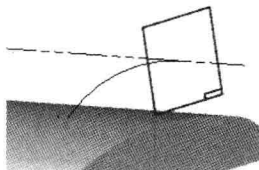
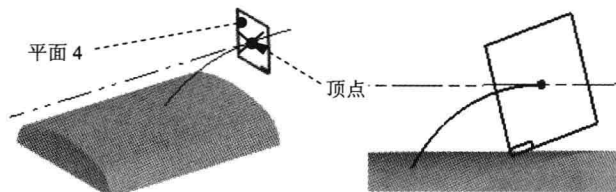

图 2.6 平面 4
图 2.7 平面 4 的创建
Step4. 创建图 2.6 所示的平面 4。在 **平面** 区域中单击  按钮，选择  **垂直于曲线** 选项，在绘图区域选取草图 1 为参考，在图 2.7 所示的顶点处单击，完成平面 4 的创建。